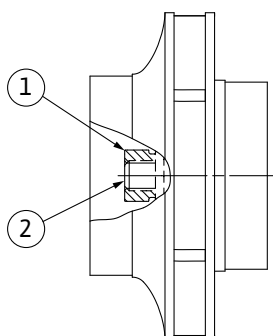

Fig. 106: Posição correta da porca do impulsor após a instalação
8. Segurar o veio com uma chave de bocas (tamanho 22 mm) e apertar a porca do impulsor com o torque de aperto especificado (ver tabela «Torques de aperto» [► 155]). A porca (Fig. 106, pos. 1) tem de estar ao nível da extremidade do veio (Fig. 106, pos. 2), com uma tolerância de $\pm 0,5$ mm. Se não for este o caso, soltar a porca e repetir os passos 4 ... 8.
9. Remover a chave de bocas e voltar a montar a chapa de proteção (Fig. I, pos. 27).